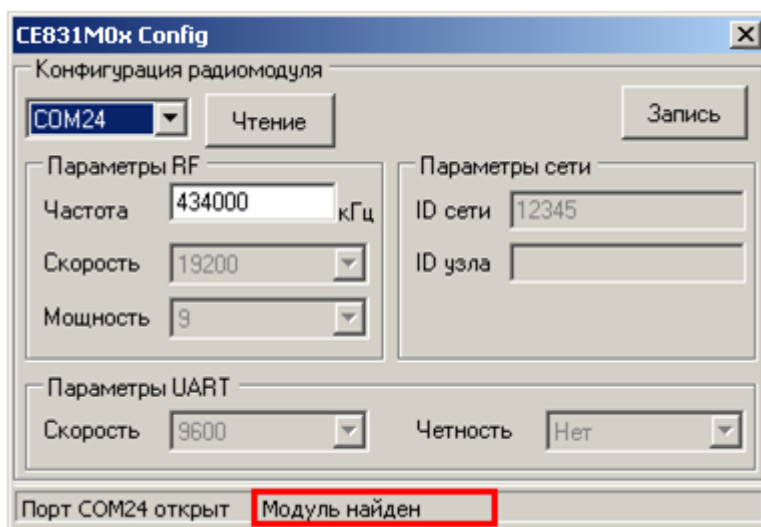

Рисунок 5.22 – Строка статуса после установления связи с радиомодулем
- Подайте питание на счетчик, при этом в строке статуса программы должна появиться надпись «Модуль найден» (рисунок 5.22). В случае если модуль не найден, проверьте правильность подключения модуля к ПК, отключите питание счетчика и повторно подайте.
- После того, как связь с радиомодулем счетчика установлена, частоту радиоканала радиомодуля можно изменить (если требуется). Для этого необходимо ввести новое значение частоты в соответствующее поле ввода (см. рисунок 5.22).